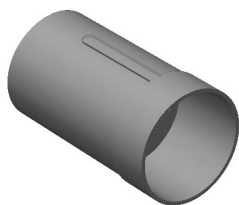
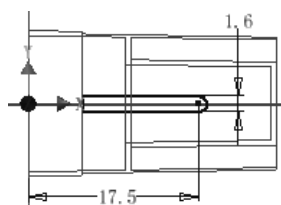

图 8.9 拉伸 1
图 8.10 截面草图
(3) 定义旋转属性。单击**草图**选项卡**返回到三维**区域中的按钮，然后在“旋转”对话框中将布尔运算设置为“求和”类型，在**范围**区域的下拉列表选中**全部**选项。
(4) 单击“旋转”对话框中的**确定**按钮，完成旋转特征 3 的创作。
Step 6 创建图 8.9 所示的拉伸特征 1。
(1) 选择命令。在**创建**区域中单击按钮，系统弹出“创建拉伸”对话框。
(2) 定义特征的截面草图。单击“创建拉伸”对话框中的**创建二维草图**按钮，选取 XY 平面作为草图平面，进入草绘环境。绘制图 8.10 所示的截面草图。